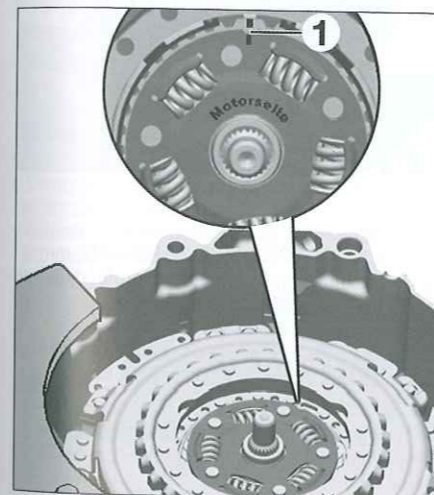

Fig. 1
- Fijar la caja de velocidades con el embrague hacia arriba (Fig.1).
- Desmontar el anillo de freno del cubo (1).